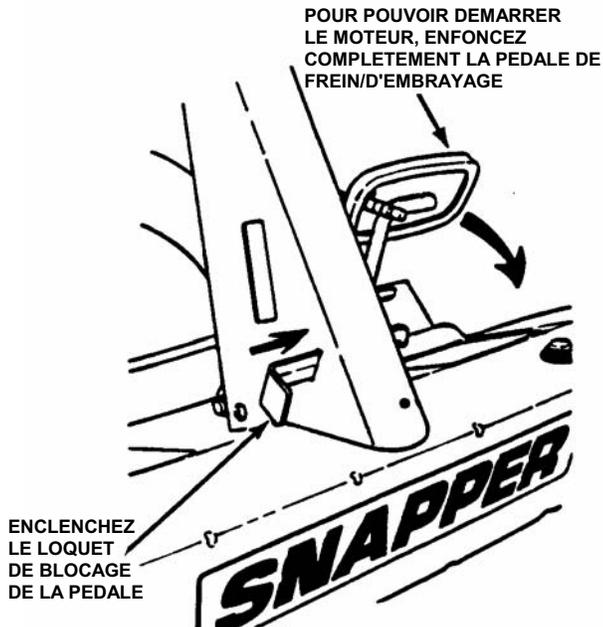

FIGURE 2.8
IMPORTANT: Si vous tournez la clé de contact sur la position marche (ON) et que la poignée du lanceur est tirée, le moteur sera entraîné mais il ne démarrera que si la pédale de frein/d'embrayage est complètement enfoncée avec le frein de stationnement bloqué et que si le levier d'embrayage de la lame est sur la position OFF (voir la figure 2.8). Démarrez le moteur de la manière suivante :
1. Amenez le levier de vitesses au point mort (N). N'ESSAYEZ PAS de faire démarrer le moteur avec le levier de vitesses dans cette position.
3. Enfoncez complètement la pédale de frein/d'embrayage, enclenchez le loquet de blocage de la pédale puis relâchez-la pour bloquer le frein de stationnement. Voir la figure 2.8.